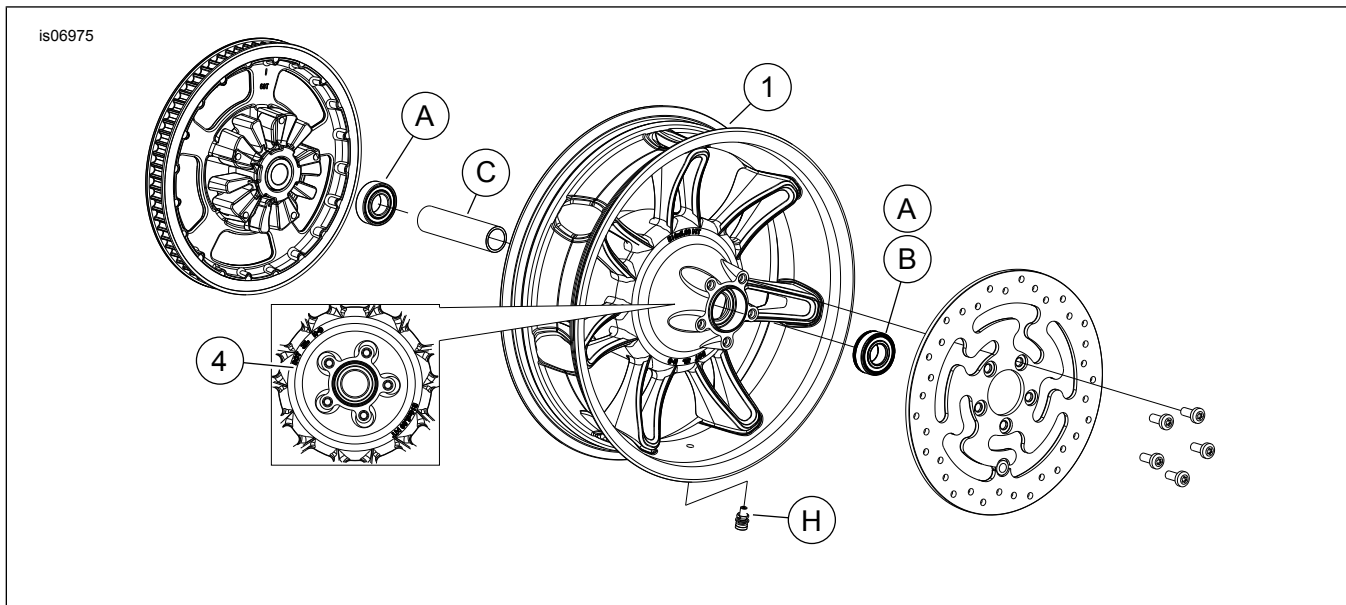

Figure 1. Pièces détachées : Roue arrière style burin (roue de 16 pouces illustrée)
Voir Figure 1 et les tableaux des pièces détachées.
2. Voir Figure 1. Installer l'ensemble de tige de soupape (H) sur la roue. Voir le manuel d'entretien.